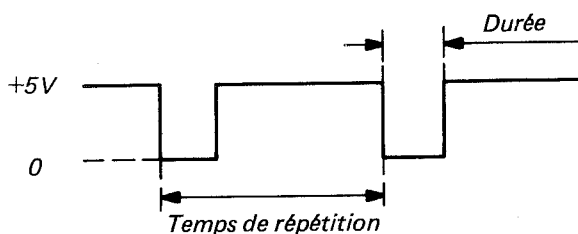

Fig. 6.3. Impulsion principale, mode complémentaire
- Enfoncer le commutateur COMPL. et observer une impulsion complémentaire similaire à la fig. 6.3.